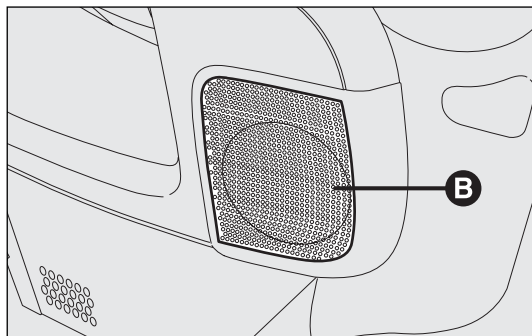

fig. 138
- 2 mid-woofer luidsprekers B in de voorportieren, met een diameter van 165 mm en met elk een piekvermogen van 40W fig. 138;